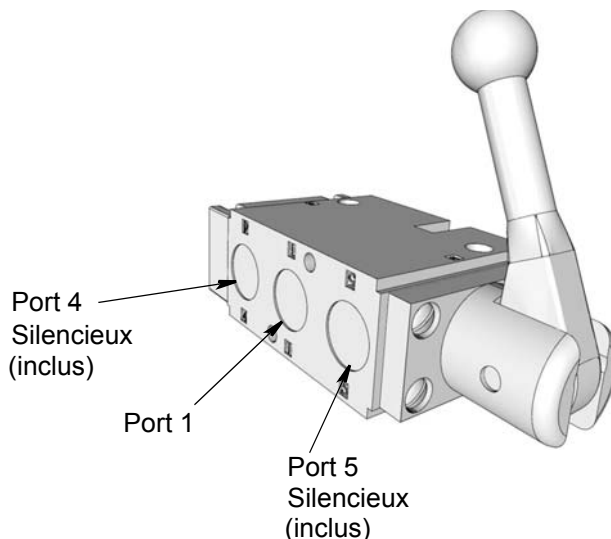

FIG. 13
- a. Branchez le cordon d'alimentation pneumatique sur le port 1 (FIG. 13).